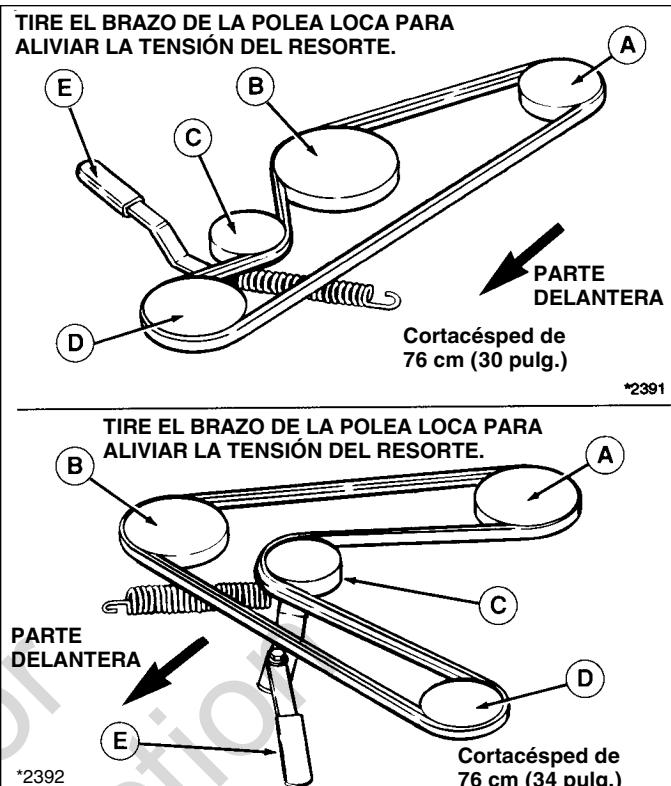
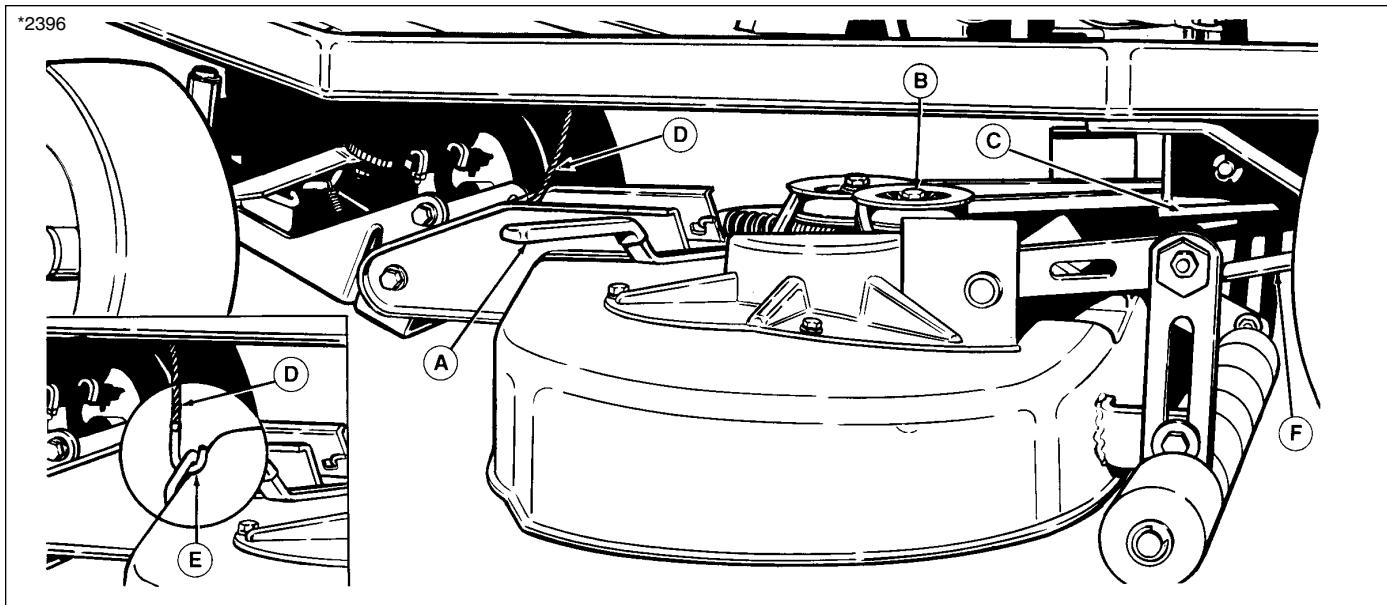

Figura 5. Patrón de la correa del cortacésped
Figura 7. Retiro/Instalación del cortacésped (se muestra el cortacésped de 86 cm [34 pulg.])
NOTA: Realice el retiro y la instalación sobre una superficie dura y nivelada como un suelo de hormigón. Para un retiro y una instalación fácil del cortacésped, puede retirar los brazos de arrastre trasero (F, Figura 7) al retirar los sujetadores de resorte y pasadores de horquilla.
2. En el lado izquierdo del cortacésped de 86 cm (34 pulg.), empuje el brazo de la polea loca (A, Figura 7) para aliviar la tensión de la correa.
4. Al aliviar la tensión de la correa, retírela de la polea loca (B, Figura 7) y la polea de toma de fuerza (C). Al retirar la correa se alivia la tensión en la parte delantera del conjunto de enganche.
7. Para instalar el cortacésped, invierta los pasos anteriores. Revise el patrón de la correa del cortacésped (como se muestra en la Figura 5). Asegúrese de que el cable elevador del cortacésped esté instalado con el gancho hacia la parte trasera (consulte el recuadro de la Figura 7) y que los brazos de arrastre trasero (F, Figura 7) estén colocados sobre la barra de torsión trasera.